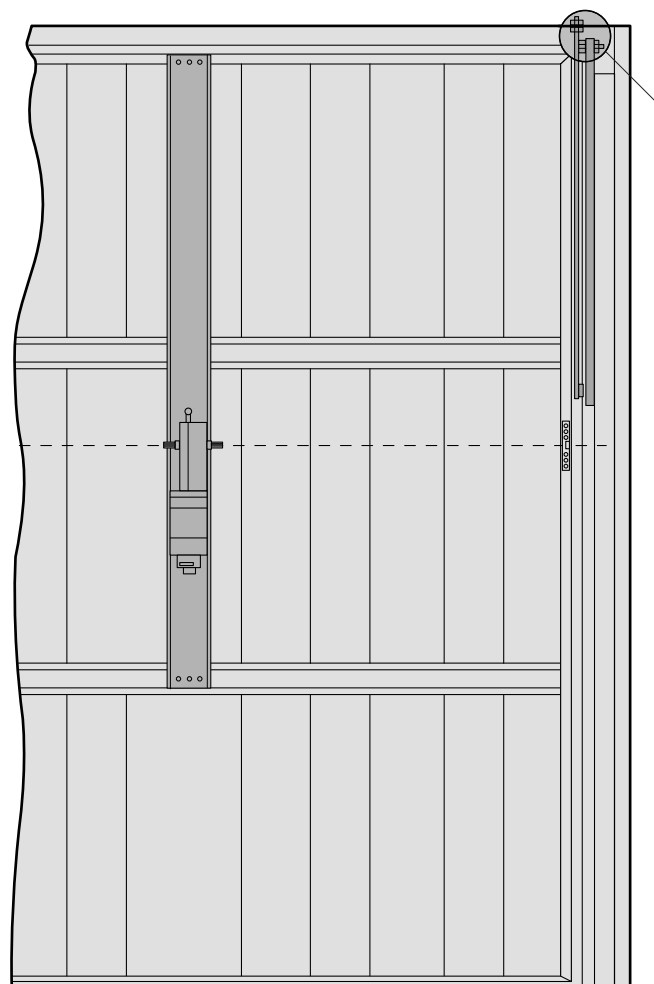

Fig. 5
Fissare il tubo e le staffe angolari mediante la vite, la rondella e il dado in dotazione. Applicare il tubo esternamente e possibilmente più vicino al braccio porta e fissarlo mediante vite o robusta saldatura (fig. 5).
- Raise the door to the fully-open position and measure the length of "B" (see fig. 4). Both the arm and the tube should be trimmed to 30 mm less than the length of "B". Use the nut, washer and bolt supplied with the unit to secure the tube and the angle brackets. Fit the tube externally, as close as possible to the door arm, and fasten with screw or by welding (see fig. 5). Application of the E 787A long tube (for doors with heights of 2400 to 2700 mm).
- Levante completamente la hoja, mida la medida 'B' (fig. 4) y desde ese punto acorte 30 mm tanto el brazo como el tubo. Fije el tubo y los estribos angulares por medio del tornillo, la arandela y la tuerca suministrados. Coloque el tubo en la parte externa y lo más cerca posible del brazo puerta, y fíjelo con un tornillo con una soldadura robusta (fig. 5). Instalación del tubo sobredimensionado E 787A (para puertas de altura comprendida entre 2400 y 2700 mm).